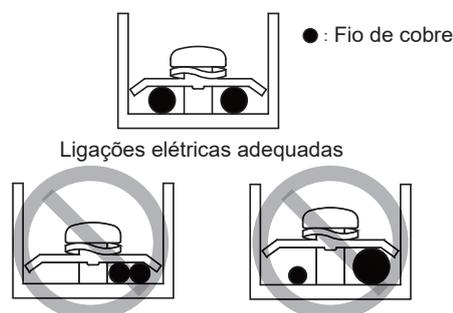

Figura 2
- Não liga dois cabos de alimentação com diâmetros diferentes ao mesmo terminal de alimentação (pode causar sobreaquecimento da cablagem) (ver Figura 2).